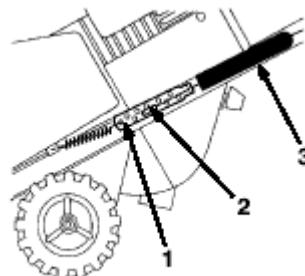

图17
- B. 沿控制线往上滑开弹簧罩, 以露出控制线调节器。（图17）